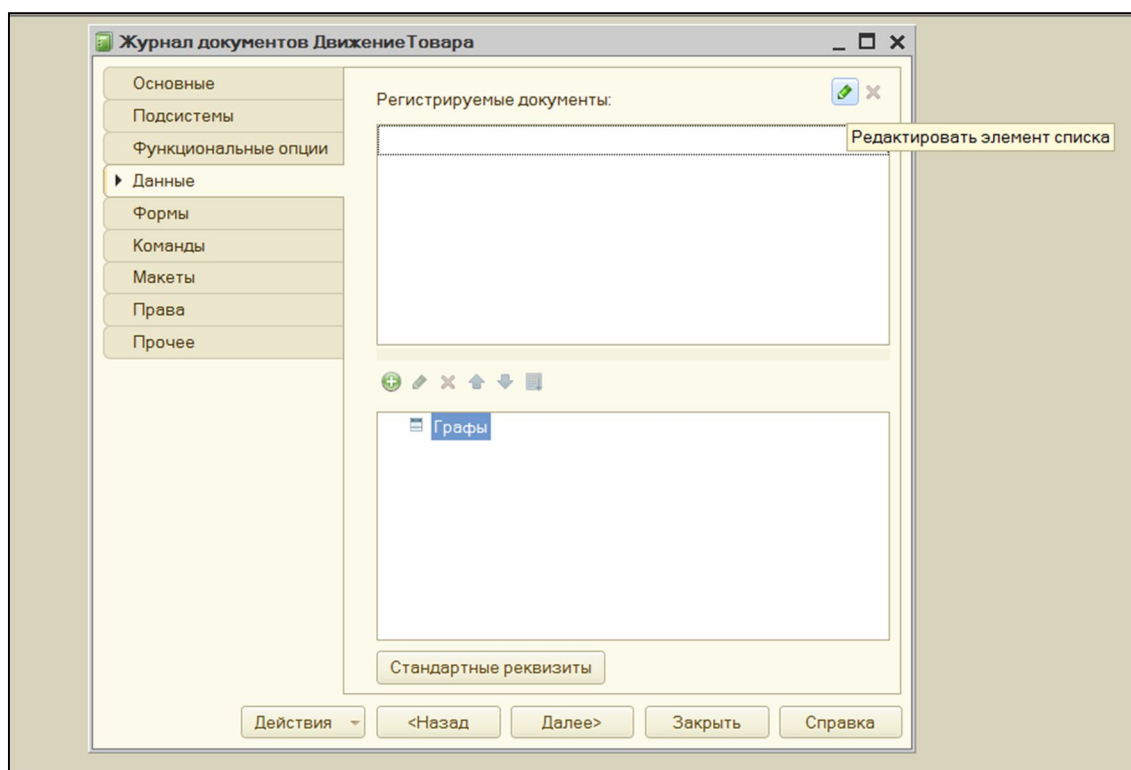

Рис. 40. Вкладка «Данные» журнала «ДвижениеТоваров»
- 2) на вкладке «Данные» в окне «Регистрируемые документы» выбрать «Редактировать элемент списка» (рис. 40):